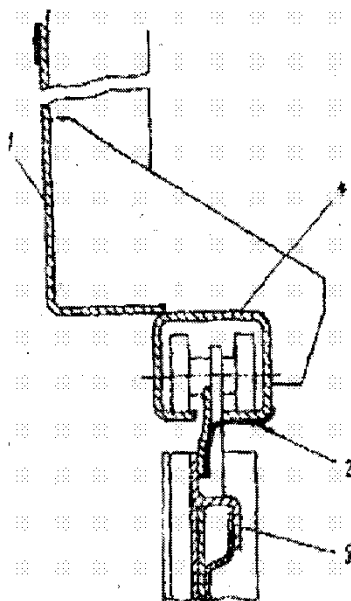

Рис. 8.6. Заделка щелей в верхней части дверного проема
2.5. Заделка щелей верхней части дверного проема вагона (рис. 8.6) производится после его загрузки путем наклеивания стеклоткани в местах соединения обвязки крыши с продольной балкой стены над дверным проемом и створки двери с рельсом.